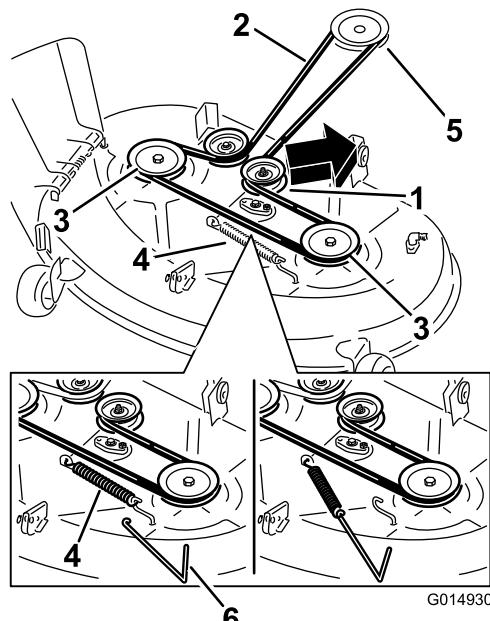
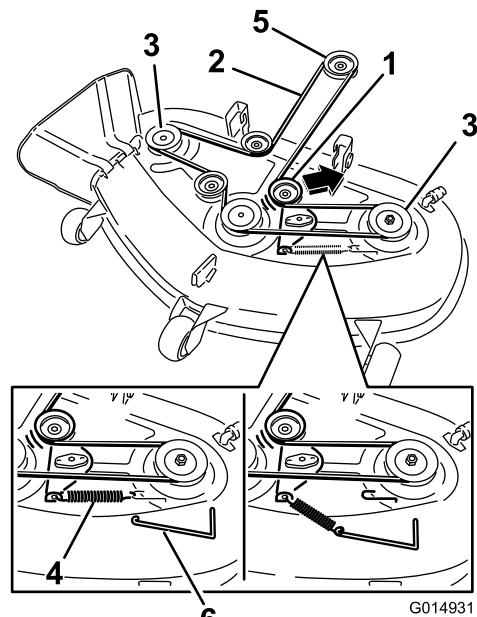

Figure 67
Figure 68
4. À l'aide d'un outil de dépose de ressort (réf. Toro 92-5771), décrochez le ressort du crochet sur le plateau pour éliminer la tension sur la poulie de tension et déchaussez la courroie des poulies (Figure 67 et Figure 68).
- Acheminez la courroie neuve autour des poulies du moteur et du plateau de coupe (Figure 68).
- À l'aide d'un outil de dépose de ressort (réf. Toro 92-5771), accrochez le ressort à l'ergot sur le plateau pour tendre la poulie de tension et la courroie de plateau de coupe (Figure 67 et Figure 68).